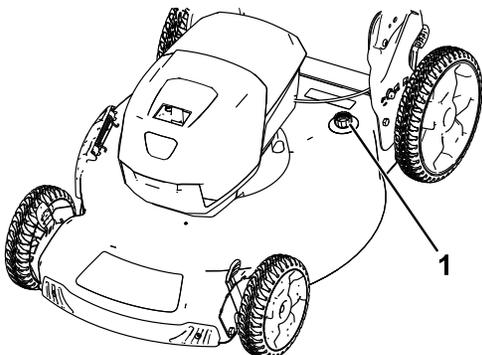

Figura 18
5. Ligue uma mangueira de jardim, ligada a uma torneira, à entrada para lavagem (Figura 18).